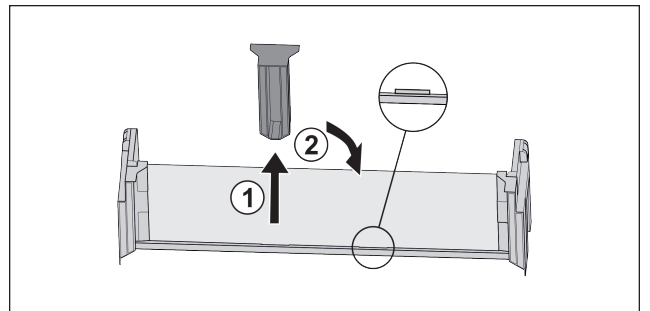

Fig. 103
- ▶ Витягнути середню деталь для підтримки Fig. 103 (1).
- ▶ Вставити середню деталь для підтримки на друге положення Fig. 103 (2).